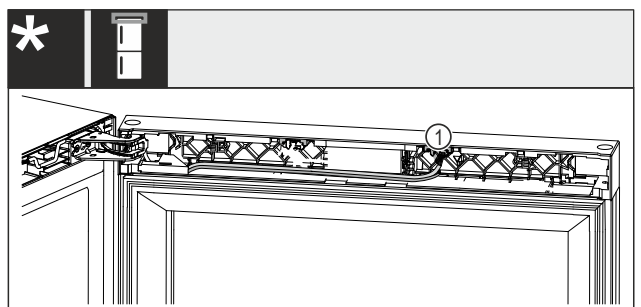

Fig. 19 Combinazioni vino-congelatore
- Estrarre la spina Fig. 19 (1) dal nido.